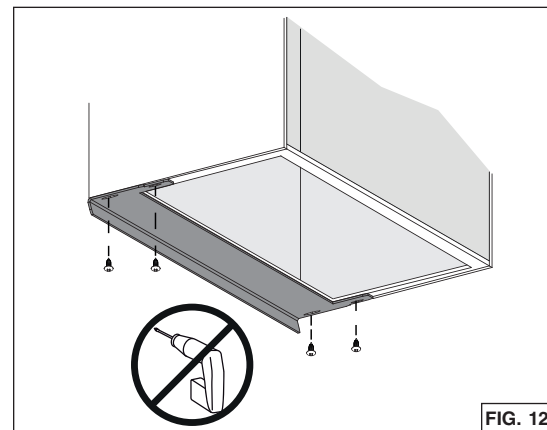

FIG. 12
8. Cintas protectoras, en 3 formatos diferentes, están incluidas con estos aparatos. Están diseñadas para gabinetes de hasta 13 pulg. de profundidad. Se ofrece un otro juego de 4 cintas protectoras para gabinetes de hasta 15 pulg. de profundidad (para BBN1243SS: HADTBN24, para BBN1303SS: HADTBN30). Elegir la cinta que puede cubrir el borde trasero del gabinete. Usar 4 tornillos para madera de cabeza redondeada n.º 6 x 3/4 pulg. (incluidos) para sujetarla (FIG. 12).